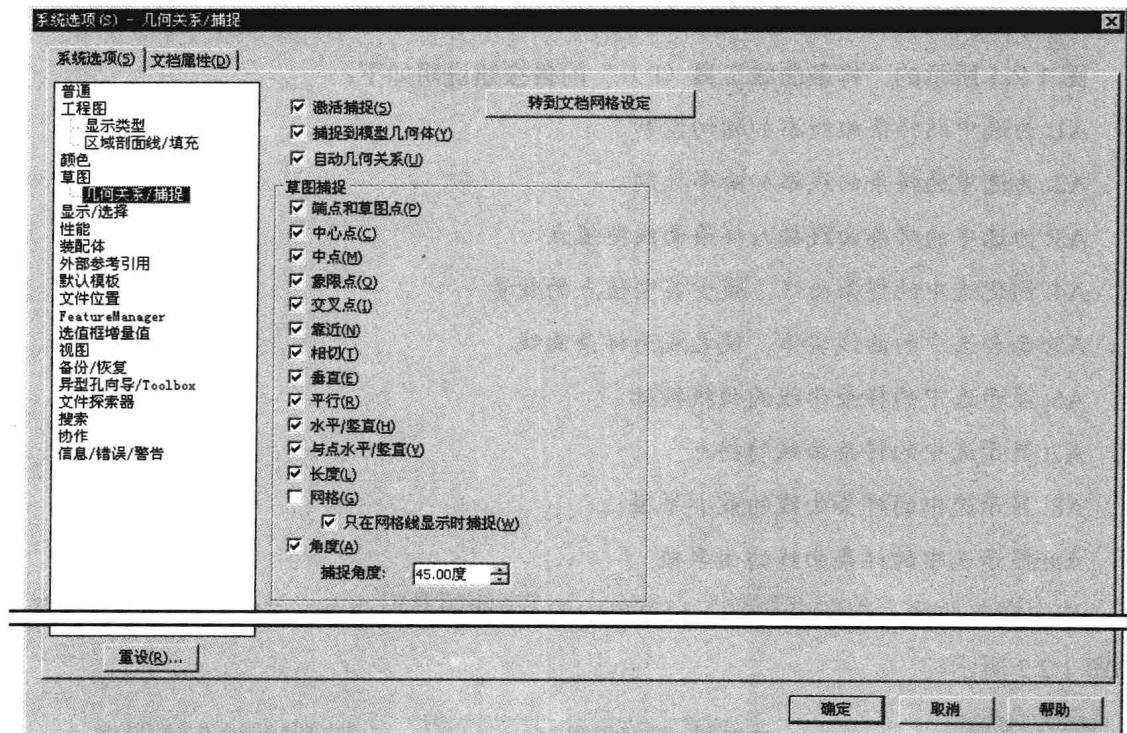

图 1.1.4 “系统选项 (S) - 几何关系/捕捉”对话框
Step1. 选择命令。选择下拉菜单 **工具 (T) → 选项 (O)...** 命令，系统弹出“系统选项 (S)-普通”对话框。
Step2. 在“系统选项 (S)-普通”对话框的 **系统选项 (S)** 选项卡左侧的列表框中单击
几何关系/捕捉 选项，选中图 1.1.4 所示的所有自动捕捉选项，在 角度(A) 复选框下的**捕捉角度:** 后的文本框中，可根据自己的实际情况输入角度值。